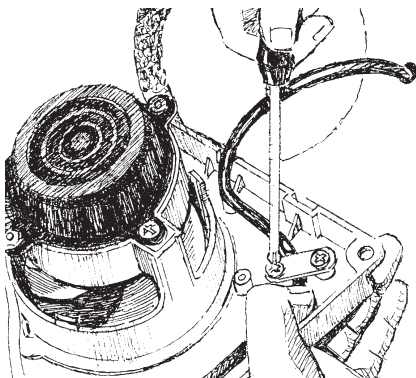

рис. 13
5. Зафиксировать кабель прижимной планкой (рис. 13).